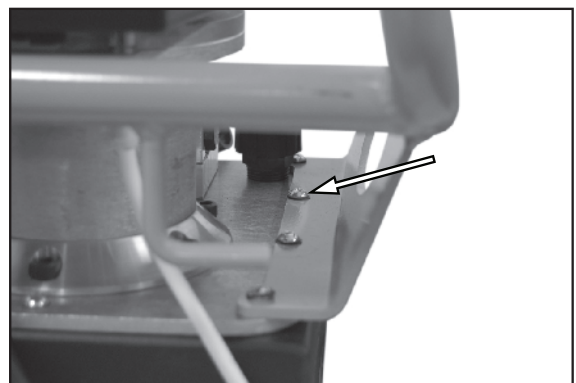

Рис. 23.
2. См. рис. 23. Извлеките и утилизируйте 8 шт. винтов.